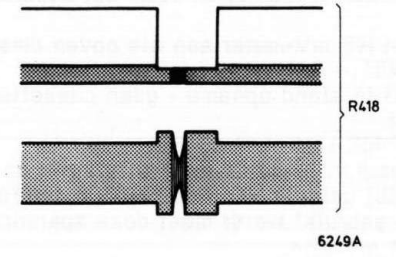

Fig. 15
- Stel R418 zodanig in, dat maximale interferentie ontstaat, in het signaal op het Y-B kanaal, tijdens de rastersync. impuls (zie fig. 15).